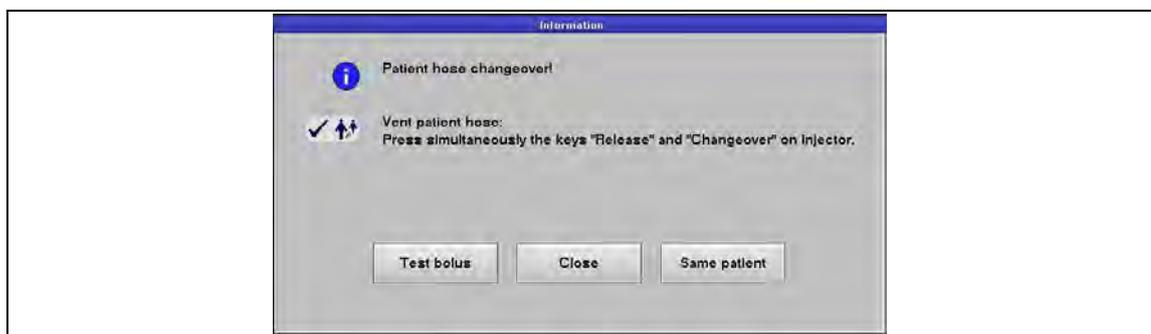

Рис. 57: Замена трубки пациента
1. В окне замены трубки пациента (см. Рис. 57, стр. 73) выбрать функцию **Test Bolus** (Тестовый болюс).